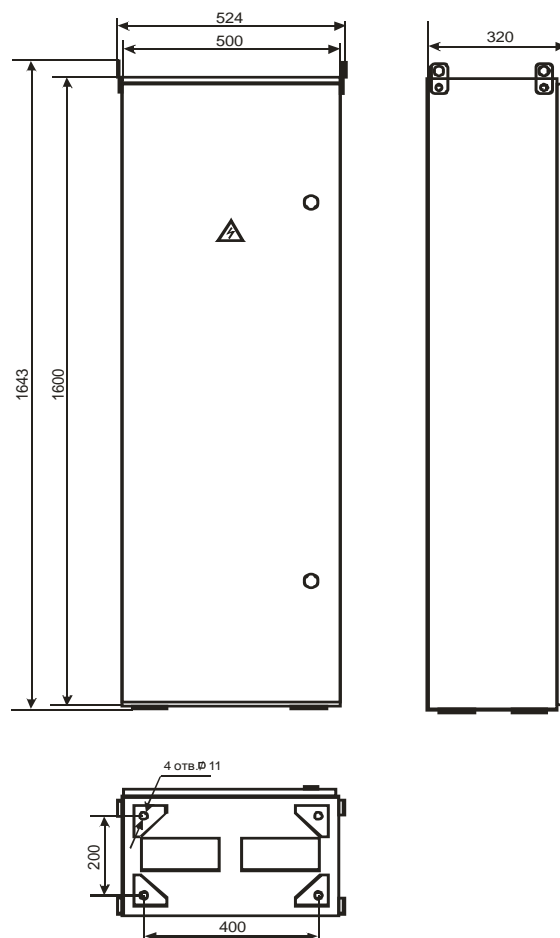

Рис.1. Внешний вид, габаритные и установочные размеры корпуса шкафа силового ШРС1-ХХ-5-Узола.
2.13. Габаритные и установочные размеры - см. рис.1;